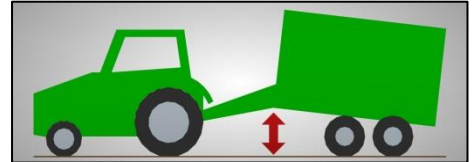

Bild 14: Deichselverstellung
- im angekuppelten Zustand der Maschine die vordere Maschinenhöhe angepasst werden (Bild 14).